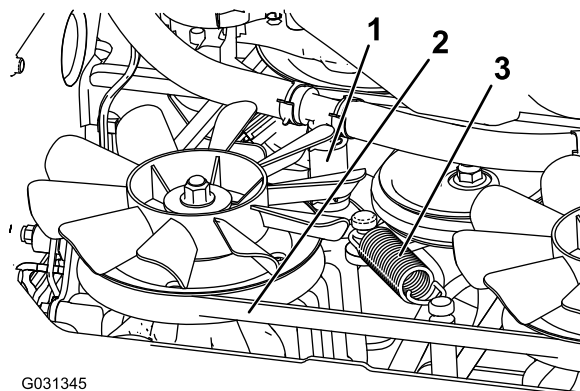

Figure 67
5. Débranchez le flexible hydraulique inférieur (Figure 67).
6. Enlevez le ressort de tension (Figure 67).
7. Enlevez la courroie du tablier de l'embrayage et de la butée d'embrayage (Figure 67).